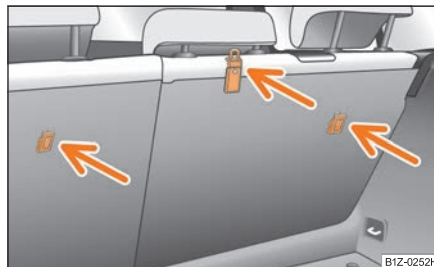

Fig. 196 Asiento posterior: Top Tether
En algunos países, las disposiciones legales vigentes exigen el equipamiento de los asientos posteriores con argollas de fijación para asientos infantiles del sistema "Top Tether" ⇒ fig. 196.
- Fije los asientos infantiles con el sistema “Top Tether” solamente en los puntos prescritos ⇒ **fig. 196**.